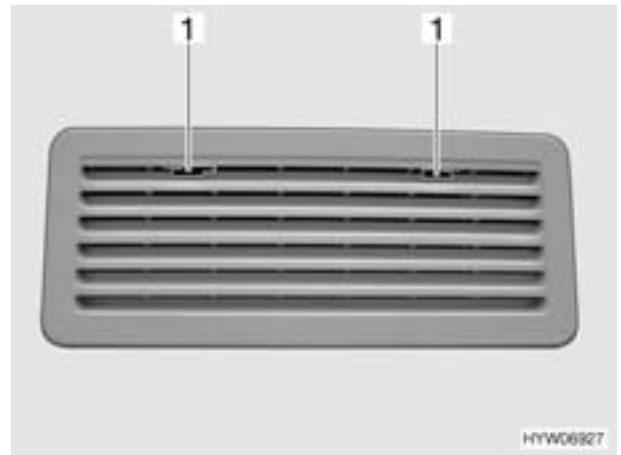

Bild 148 Kühlschrank-Lüftungsgitter
- Arretierung (Bild 148,1) zur Mitte schieben.